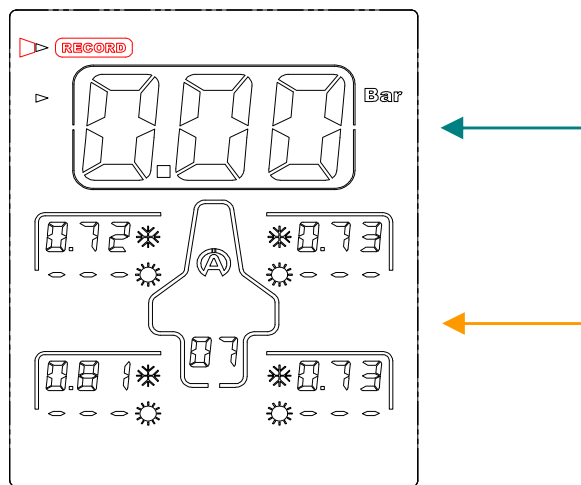

Ilustración 1
- 1) Seleccione el icono «**RECORD**» (*ilustración 1*), utilizando los botones .